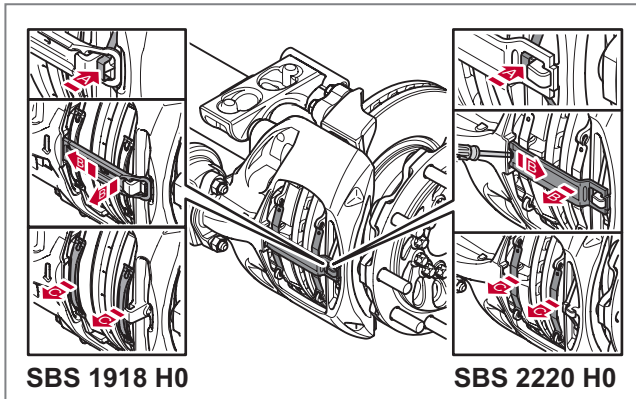

Abb. 38 - Bremsbelagkomponenten demontieren
4. Demontieren Sie den Belaghalterbügel, indem Sie die Federarretierung (A) zunächst drücken und dann untenhalten, *siehe* ► Abb. 38. Während die Federarretierung (A) untengehalten wird, ziehen Sie den Belaghalterbügel (B) zu sich und entfernen ihn. Lässt sich der Belaghalterbügel nicht per Hand entfernen, können Sie ein Werkzeug zum Herausziehen verwenden. Fahren Sie damit fort, die beiden Belagfedern zu entfernen (C).